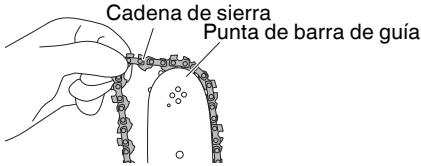

Fig. 5
3. Acoplar la nueva cadena de la sierra en el piñón (Fig. 5, 6)